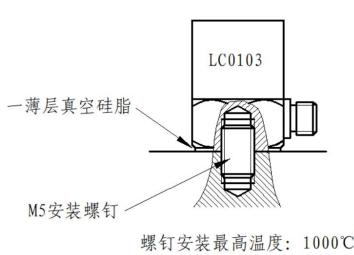

图 3 螺钉安装示意图
(1) 螺钉安装：安装螺孔轴线与测试方向要一致，螺纹孔深度不可过浅，以免安装螺钉过分拧入传感器，造成基座弯曲而影响灵敏度。每只压电加速度传感器出厂时都配有一只钢制 M5（或 M3）安装螺钉，用它将加速度传感器和被测试物体固定即可。M5 安装螺钉推荐安装力矩 20kgf.cm，M3 安装螺钉推荐安装力矩 6kgf.cm。安装后传感器与安装面应紧密贴实，不应有缝隙。螺钉安装示意图及频响曲线图如图 3、图 4 所示：